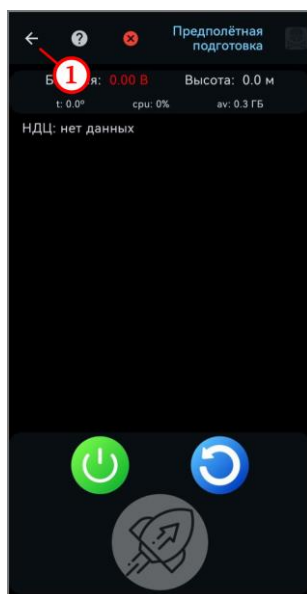

Рисунок 1
- на верхней панели нажать на кнопку  для перехода к главному окну ПО (рисунок 1, шаг 1);